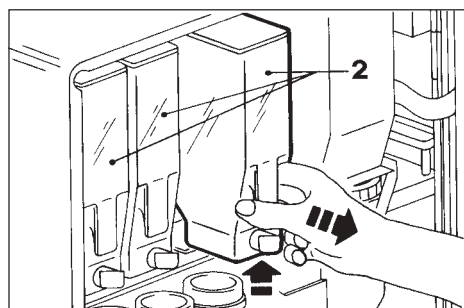

Fig. 23
- Cerrar las puertas de los contenedores solubles (3) .
- Extraer los contenedores (2) de sus emplazamientos elevándolos ligeramente con el fin de facilitar su extracción (Fig. 23).